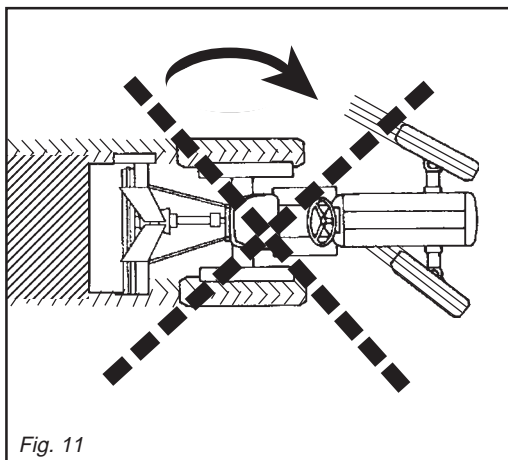
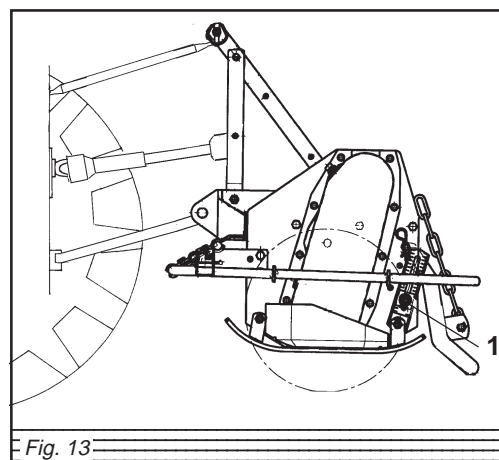

Fig. 11
Fig. 13
Evitare di far girare a vuoto (fuori del terreno) la zappatrice. Durante il lavoro evitare di effettuare curve con la macchina interrata, ne tantomeno lavorare in retromarcia (Fig. 11, 12). Sollevarla sempre per i cambiamenti di direzione e le inversioni di marcia. Durante il trasporto, od ogni qualvolta si renda necessario il sollevamento della zappatrice, è opportuno che il gruppo di sollevamento del trattore venga regolato in modo che la zappatrice stessa non sia sollevata da terra per più di 35 cm circa (Fig. 13). Evitare di immettersi su strade pubbliche con la macchina sporca di terra, erba o quant'altro che produca sporcizia e/o intralcio al traffico stradale. Non far cadere con violenza la macchina sul terreno ma farla scendere lentamente per consentire il graduale inserimento delle lame nel terreno. In caso contrario si provocherebbero forti sollecitazioni su tutti i componenti della macchina stessa che potrebbero comprometterne la loro integrità.
*Never allow the steering hoe to operate out of the soil. During work, avoid turning corners while the implement is soil working. Never work in reverse (Fig. 11, 12). Always raise the implement in order to reverse or change direction. During transport, or whenever the implement must be raised, it is advisable to adjust the lift unit of the tractor so that the implement itself is not raised more than about 35 cm from the ground (Fig. 13). Do not drive on public highways if the machine is dirtied with soil, grass or anything else that could dirty and/or hamper the road traffic. Lower the machine slowly to allow the blades to gradually penetrate the soil. Do not allow it to drop violently on to the ground. To do this would strongly stress all the machine components and could damage them.*
Vermeiden Sie es, die Hackfräse unbelastet (außerhalb der Erde) laufen zu lassen. Wenn das Gerät unterirdisch arbeitet, keine Kurven fahren und auch nicht rückwärts fahren (Abb. 11, 12). Das Gerät zum Ändern der Richtung und zum Wenden immer ausheben. Während des Transportes, jedesmal wenn das Ausheben des Gerätes erforderlich wird, sollte der Kraftheber des Schleppers immer so eingestellt werden, daß das Gerät nicht mehr als circa 35 cm Abstand vom Boden aufweist (Abb. 13). Vermeiden Sie es, auf öffentliche Straßen zu fahren, wenn die Maschine mit Erde, Gras oder anderem verschmutzt ist, das die Fahrbahn verschmutzen und/oder den Verkehr behindern kann. Achten Sie darauf, daß das Gerät nicht auf den Boden fällt, sondern langsam gesenkt wird, um zu ermöglichen, daß die Klingen langsam in den Boden eingezogen werden. Anderenfalls würde es zu starken Spannungen in den Bestandteilen der Maschine kommen und ihre Struktur könnte Schaden nehmen.
*Évitez de faire tourner l'appareil à vide (hors du sol). Pendant le travail évitez les virages quand la houe est enterrée ou bien en marche arrière. Relevez toujours l'appareil lors des changements de direction et des inversions de marche (Fig. 11, 12). Pendant le déplacement et chaque fois qu'il faut relever la houe, veillez à ce que le groupe de relevage du tracteur soit réglé de manière à la soulever au moins de 35 cm (Fig. 13). Éviter de s'engager sur les routes publiques avec la machine souillée de terre, herbe ou autre pouvant salir ou gêner la circulation. Ne pas faire tomber la machine avec violence sur le sol mais la faire descendre lentement pour faire pénétrer les lames graduellement dans le sol. Dans le cas contraire vous risquerez de provoquer de fortes contraintes sur tous les composants de la machine pouvant compromettre leur intégrité.*
Evitar hacer girar en vacío (no apoyada sobre el terreno) la binadora. Durante el trabajo evitar efectuar curvas con la máquina enterrada y no trabajar marcha atrás. Alzarla siempre para cambiar de dirección y para las inversiones de marcha (Fig. 11, 12). Durante el transporte, cada vez que se hace necesario alzar el equipo, es conveniente que el grupo de elevación del tractor se regule en modo tal que el equipo mismo no se alce desde el suelo más de 35 cm aprox. (Fig. 13). Evitar el ingreso en carreteras públicas con la máquina sucia de tierra, hierba o todo otro elemento que produzca suciedad y/o obstruya el tráfico de la carretera. No hacer caer con violencia la máquina sobre el terreno, hacerla descender lentamente para permitir la gradual introducción de las cuchillas en el terreno. De lo contrario provocaríamos grandes esfuerzos para todos los componentes de la máquina misma, que podrían dañarlos.
**Zappatrici con slitte:** per regolare la profondità nelle zappatrici con slitte, è necessario allentare la vite di registro (1 Fig. 13), alzare o abbassare la slitta nella posizione desiderata, riavvitare poi la vite di registro. Questa operazione va effettuata su tutte e due le slitte e varia a seconda del terreno.
**Machine with skids:** to adjust working depth on this type of machine you must loosen the adjustment screw (1 Fig. 13) and raise or lower the skid the desired amount. Then retighten the screw. Both skids should be subjected to this operation which will vary according to the type of soil.
**Maschine mit Schlitten:** um die Arbeitstiefe der Maschine mit Schlitten zu bestimmen, ist es notwendig die Stellschraube zu lockern (1 Abb. 13), den Schlitten im gewünschten Maße zu heben oder zu senken, und die Stellschraube wieder anzuziehen. Dieser Vorgang ist auf beiden Kufen vorzunehmen und hängt von der Bodenbeschaffenheit ab.
**Machine avec patins:** pour régler la profondeur sur les machines avec patins, desserrer la vis de réglage (1 Fig. 13), soulever ou abaisser les patins à la mesure désirée et revisser la vis de réglage. Cette opération doit être effectuée sur les deux patins et varie selon le sol.
**Máquinas con correderas:** para ajustar la profundidad en las máquinas con correderas, hace falta quitar el perno de registro (1 Fig. 13), subir o bajar las correderas de la misma deseada y volver a introducir el perno en su agujero. Esta operación se efectúa sobre ambas correderas y varia de acuerdo al terreno.